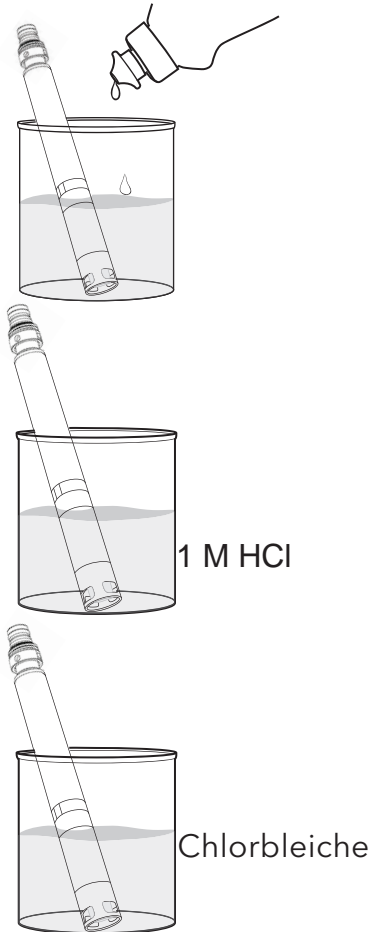

Abbildung 70 Wartung des pH- und pH/Redox-Sensors
1. Entfernen Sie den Sensor von der Schottverschraubung und weichen Sie ihn für 10 bis 15 Minuten in einer milden Reinigungslösung aus sauberem Wasser und Geschirrspülmittel ein (Abbildung 70).